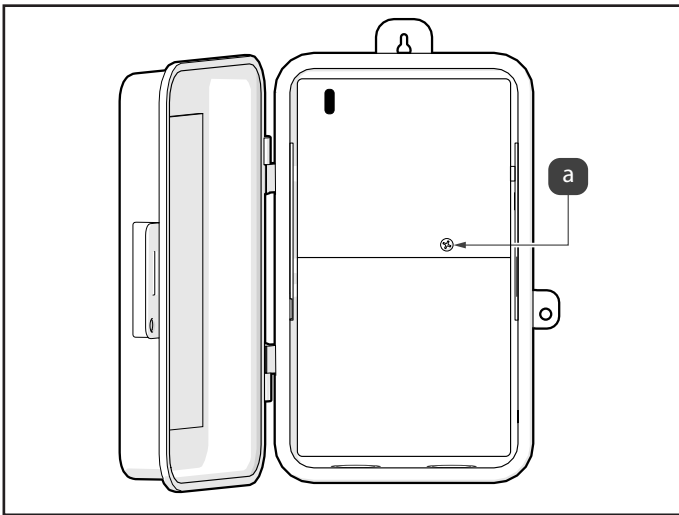

Figura 1. Extraiga el tornillo del frente muerto
3. Abra el cerramiento de AquaLink TCX y quite el frente muerto de metal. El frente muerto está sujeto en su lugar mediante un tornillo. Consulte la Figura 1 (a).